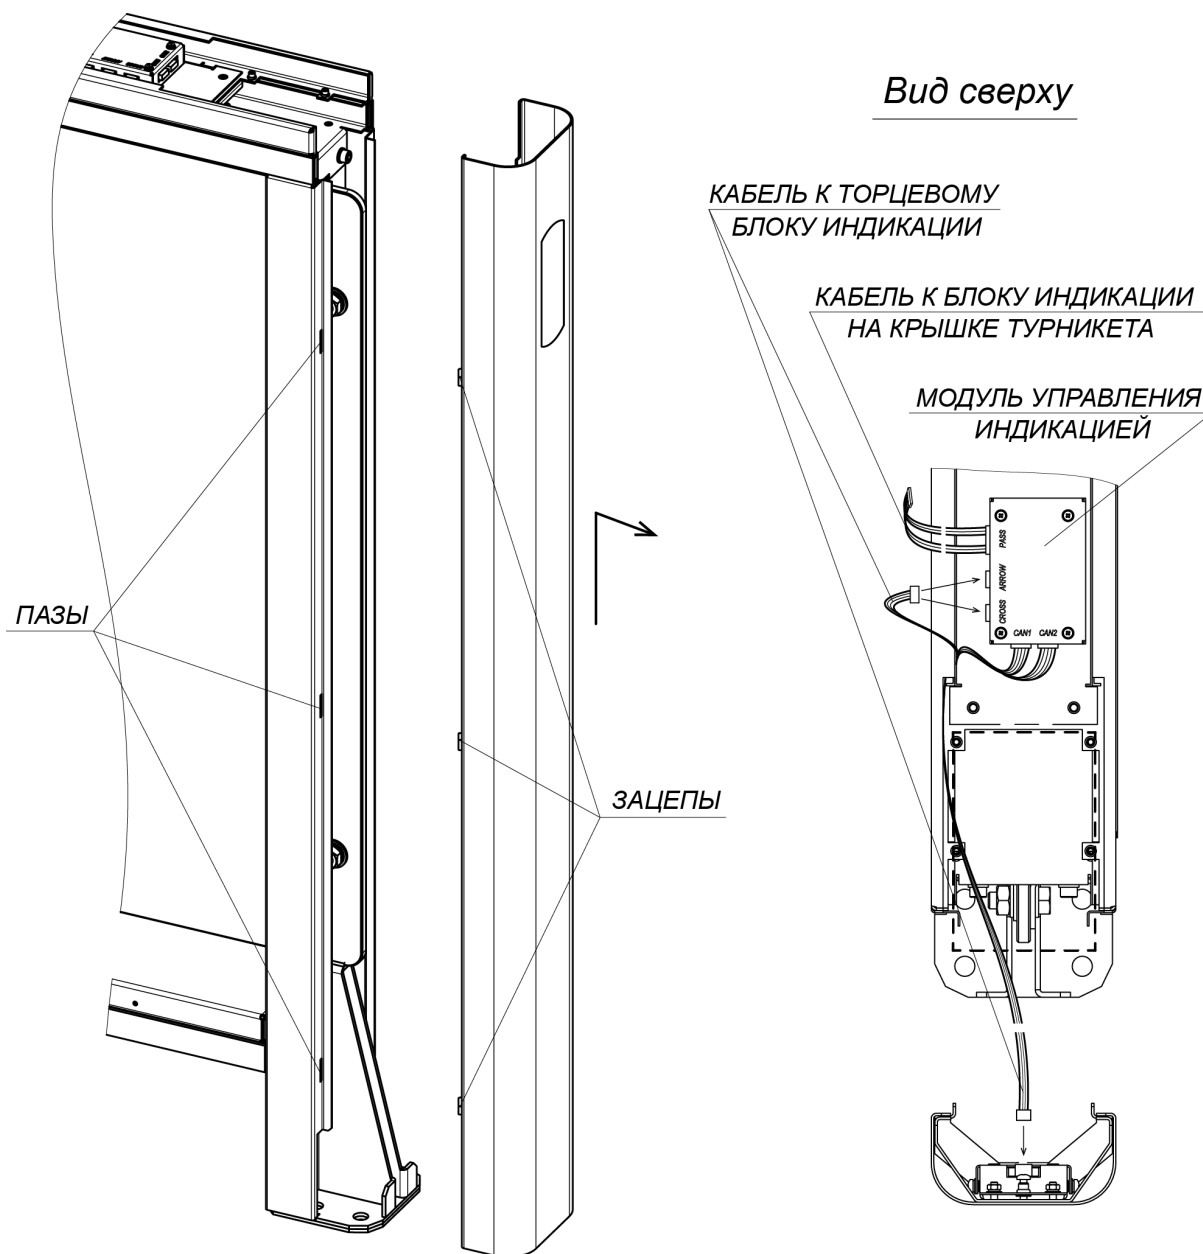

Рисунок 21. Снятие передней панели боковой стойки
21. При необходимости произведите монтаж считывателей карт доступа: либо на предусмотренные для этого полки в верхнем коробе на торцах стойки (см. рис. 21), либо непосредственно на верхних крышках секций снизу (**PERCo-MR07 OEM**). Для фиксации считывателей используйте двусторонний скотч и при необходимости неметаллические подкладки, чтобы расположить его как можно выше (т.е. ближе к верхней поверхности крышки) с целью увеличить дальность считывания. Кабели от считывателей аккуратно проведите через верхний короб и центральную стойку к месту ввода кабеля от контроллера СКУД, используя штатные окна в деталях корпуса секции. Кабели не должны проходить между отверстиями для крепления верхней крышки секции и вблизи
24. Установите на свои места передние панели боковых стоек (8) (разд. 8.9.2). После установки проверьте, чтобы верхний край панелей находился на одном уровне с корпусом секции. Панель с торцевым блоком индикации устанавливается с того края секции, где находится модуль управления индикацией, который закреплен на одной из двух стальных защитных пластин в верхнем коробе (см. рис. 21). При этом к торцевому блоку индикации необходимо подсоединить соответствующий соединительный кабель от модуля управления индикацией. Для отображения на торцевом блоке индикации белой стрелки соединительный кабель должен быть подключен к разъему **ARROW** модуля управления индикацией, для отображения красного креста – к разъему **CROSS** (см. разд. 8.9.2, рис. 21).
Для снятия передней панели боковой стойки (8) – сдвиньте ее вдоль стойки вверх и затем на себя, выводя зацепы панели из пазов в боковой стойке (см. рис. 21). Осторожно, не повредите соединительный кабель! Отсоедините разъем соединительного кабеля от платы блока индикации.
Перед монтажом верхней крышки (10) необходимо проверить, подключены ли к модулю управления индикацией все необходимые соединительные кабели (см. рис. 21, разд. 8.9.2).
- Подключите соединительный кабель от модуля управления индикацией (разъем "PASS", рис. 21) к блоку индикации крышки (для **STC-01G, SDC-01G**).
- Возьмите одну из стеклянных частей крышки с блоком индикации и подключите соединительный кабель от модуля управления индикацией (разъем "PASS", рис. 21) к блоку индикации крышки.